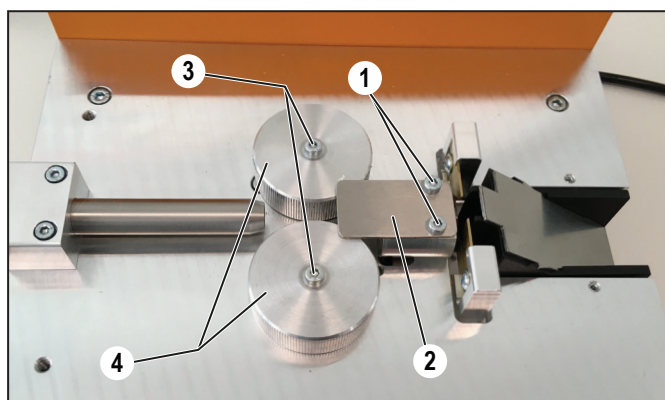

Figure 8.5 Remplacer les rouleaux d'avance
- Retirez les vis de fixation (Figure 8.5, 1)
- Retirez la tôle de recouvrement (Figure 8.5, 2).
- Retirez les vis de fixation (Figure 8.5, 3)
- Soulevez les rouleaux d'avance (Figure 8.5, 4) et placez les nouveaux rouleaux.
- Remontez la tôle de recouvrement (Figure 8.5, 2).